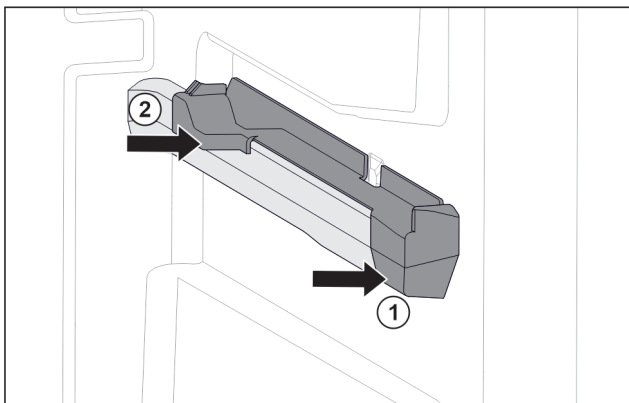

Fig. 104 Insteekdeel op rechter containerrib
- ▶ Insteekdeel voor tegen containerrib plaatsen. Fig. 104 (1)
- ▶ Insteekdeel achter aandrukken. Fig. 104 (2)